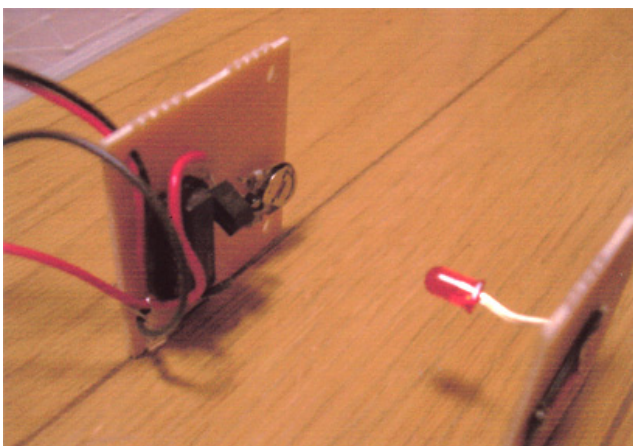

図7. 自作LED・フォトダイオード検出器 (フォトゲート) による周期の高精度測定。(池田高Gさん)
3. 自作LED/フォトダイオード検出器による測定 (図 7)